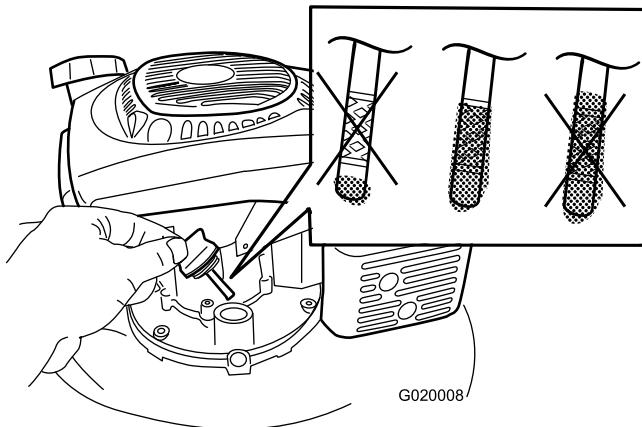

Bild 22
- Füllen Sie das Öl **langsam** in den Einfüllstutzen ein, um den Ölstand auf die Voll-Markierung am Peilstab anzuheben (Bild 22). **Füllen Sie nicht zu viel ein.** (Max. Füllstand: 0,59 l der Ölsorte: Waschaktives 10W-30 oder SAE 30 Öl mit der Klassifizierung SJ oder höher durch das American Petroleum Institute (API)).